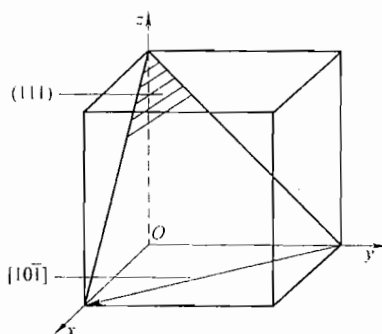

图 44-4 第一题第 2 小题解答图
(1) $(111) [\bar{1}0\bar{1}]$, 如图 44-4 所示。
(2) 交滑移系: $(1\bar{1}1) [\bar{1}0\bar{1}]$;